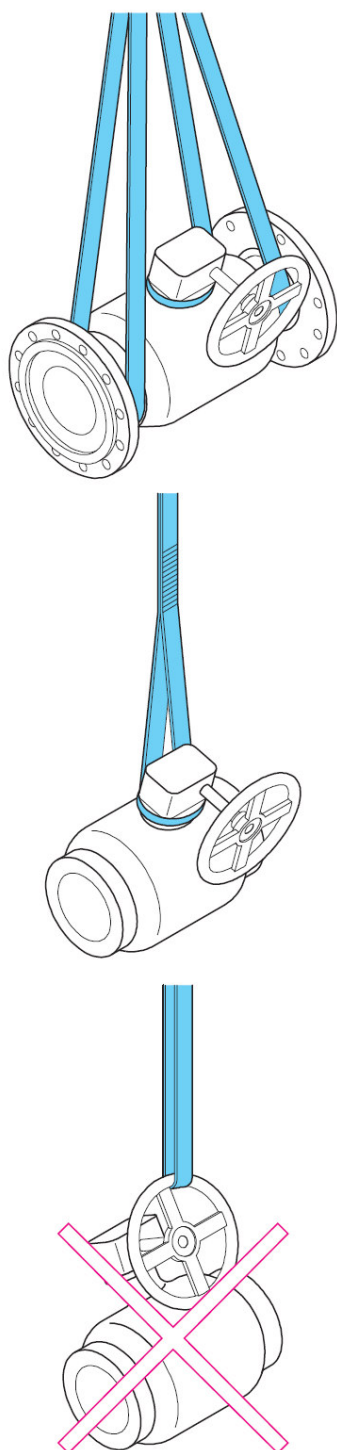

Abbildung 2.
Das Ventil ist in einer stabilen Verpackung an den Montageort zu transportieren. Entfernen Sie die Protektoren der Durchflussöffnungen nicht vor der Montage. Schützen Sie das Ventil vor Sand, Staub und anderen Verunreinigungen. Verwenden Sie Hebezeug zum Anheben der größeren Ventile. Das Anheben des Ventils am Stellantrieb oder Schaft ist untersagt (siehe Abb. 2 und 3).
- Verwenden Sie eine der in Abb. 2 und 3 dargestellten zulässigen Hubverfahren.